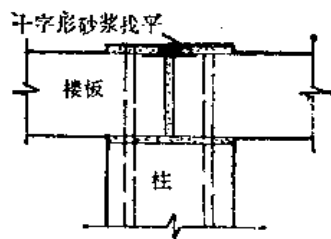

图 2-52
2) 柱子就位: 将柱子吊装在十字垫层上 (图 2-52), 浆锚孔对准四根插筋, 校正平面位置, 用两根钢管校正器给予临时固定。校正器上端与柱箍销子连接, 下端扁铁插入楼板缝中, 用木楔敲紧。校正器两端为丝杠, 钢管两端有内螺纹。